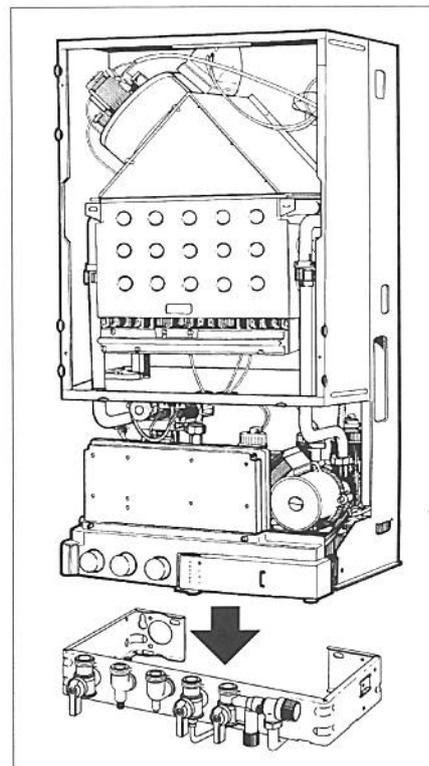

Fig. 10
- Presentar la caldera encima de la barra y dejarla descender en apoyo sobre esta (fig. 10).
- Instalar las diferentes juntas : "G" (goma) en el gas, la junta + el filtro agua "F" en el agua fría y apretar los racores de los tubos de unión, comenzando por el tubo gas (fig. 10 a).
Fig.10 a